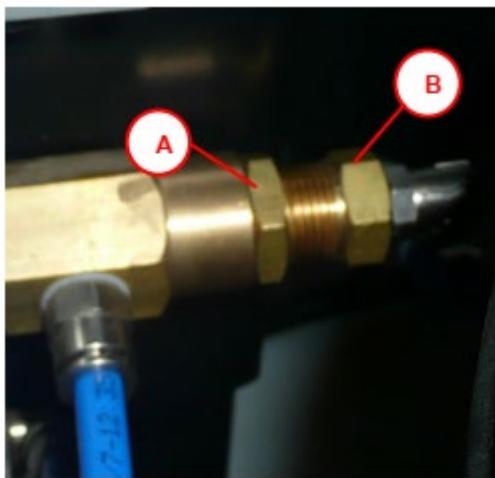

Figura 10.2-1 Reglarea circuitului pneumatic de presiune maximă
5. Desfaceți cu cheia de 22 mm piulița (Litera A în Figura 10.2-1); zona filtrului de aer;
6. Dacă doriți să măriți presiunea maximă, strângeți cu cheia de 19 mm piulița (Litera B în Figura 10.2-1);
7. Dacă doriți să reduceți regimul minim, desfaceți, cu o cheie de 19 mm, piulița (Litera B în Figura 10.2-1);
8. Odată ajustată șurubul, cu o cheie de 22 mm, piulița (Litera A în Figura 10.2-1);